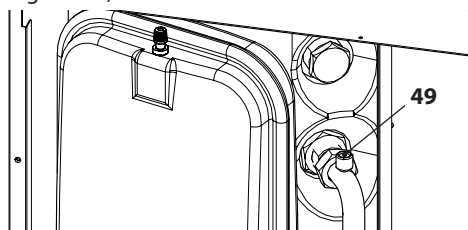

Figura 6.4
- Allentare lo sfiato serpentino bollitore 49 (Figura 6.4).
- Riempire l'impianto di riscaldamento vedi sezione "Riempimento del circuito riscaldamento" a pag. 17 e richiudere lo sfiato serpentino bollitore 49 in Figura 6.4 quando da questo inizia ad uscire acqua.